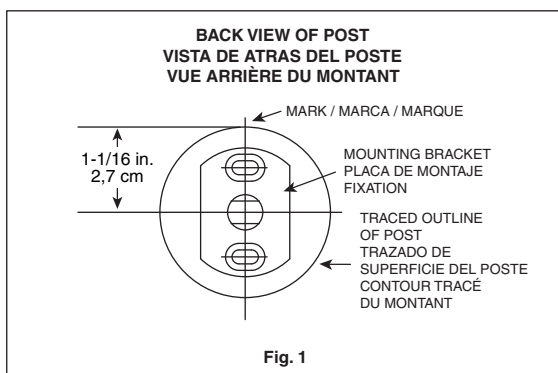
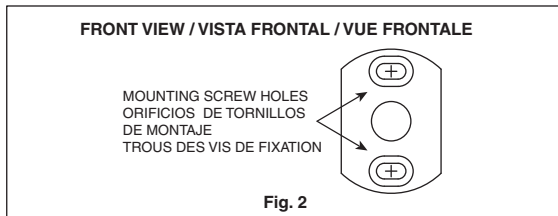
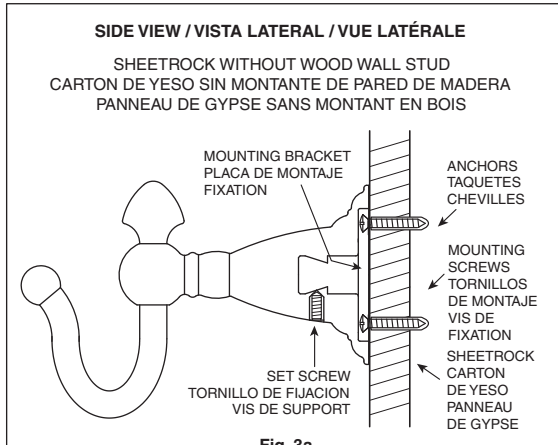
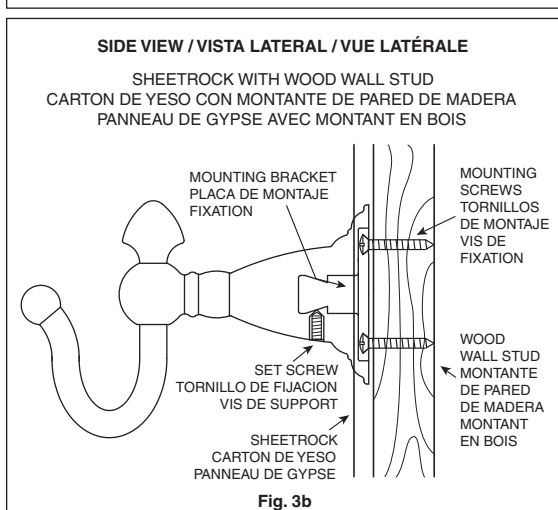

Fig. 1
Fig. 2
Fig. 3a
Fig. 3b
1. Locate the unit on the wall where desired and mark the top center of the unit, **Fig. 1**. Draw a 1-3/4 in. vertical line from the mark. Measure 1-1/16 in. down from the mark and draw a 1 in. horizontal line. Position the center hole of the mounting bracket over the intersection of the lines. Be certain that the vertical line is in the center of the oblong holes. Mark the screw locations in the centers of the oblong holes, **Fig. 2**. On ceramic tile, try to locate the mounting hole locations on a grout line. If mounting into ceramic tile, place masking tape on the mounting area before marking the location to prevent the drill bit from sliding across the tile. To drill through ceramic tile, obtain a 1/4 in. diameter carbide tip drill bit.
Drill 1/4 in. diameter holes where indicated, **Fig. 2**. Push in the plastic anchors until flush with the wall and screw the steel mounting bracket to the wall, **Fig. 3a**. Do not overtighten the mounting screws.
Drill 3/32 in. diameter holes for easy screw mounting, **Fig. 2**. DO NOT USE PLASTIC ANCHORS. Screw the steel mounting bracket to the wall, **Fig. 3b**. Do not overtighten the mounting screws.
4. Unscrew the set screw if necessary to fit the assembly over the wall mounting bracket. Slip the assembly over the mounting bracket with the set screw on the body, **Figs. 3a and 3b**. The assembly must hook over the mounting bracket. Push flush with the wall and tighten the set screw.
1. Sitúe la pieza en la pared en la posición deseada y marque el centro de la parte superior, **Fig. 1**. Trace una línea vertical de 4,4 cm desde la marca. Mida 2,7 cm desde la marca hacia abajo y trace una línea horizontal de 2,5 cm. Coloque el centro del orificio de la placa de montaje en la intersección de esas líneas. Asegúrese de que la línea vertical esté en el centro de los orificios rectangulares. Marque el lugar de los tornillos en el centro de los orificios rectangulares, **Fig. 2**. Si instala sobre azulejo, trate que los agujeros queden sobre las líneas de unión del azulejo. Para taladrar a través del azulejo use una broca con punta de carburo de 0,6 cm y use masking tape para evitar que la broca se resbale.
Taladre huecos de 0,6 cm de diámetro en los lugares indicados, **Fig. 2**. Introduzca los taquetes de plástico hasta que estén a ras con la pared y atornille la placa de montaje a la pared, **Fig. 3a**. No apretarlo fuertemente los tornillos de montaje.
Taladre huecos de 0,24 cm de diámetro para lo montaje fácil de tornillo, **Fig. 2**. NO USE LOS TAQUETES DE PLÁSTICO. Atornille la placa de montaje a la pared, **Fig. 3b**. No apretarlo fuertemente los tornillos de montaje.
4. Si es necesario, afloje el tornillo prisionero para encajar el ensamble en los soportes de montaje. Deslice el ensamble sobre el soporte de montaje con el tornillo prisioneros en el cuerpo, **Figs. 3a y 3b**. El conjunto debe engancharse sobre la placa de montaje. Introduzca hasta que esté a ras con la pared y apriete el tornillo de fijación.
1. Désignez l'endroit où vous voulez installer l'unité et faites une légère marque au-dessus du centre de l'unité, **Fig. 1**. Tracez une ligne verticale de 4,4 cm à partir de la marque. À 2,7 cm sous la marque, tracez une ligne horizontale de 2,5 cm. Placez le trou du centre de la fixation vis-à-vis l'intersection des lignes. Assurez-vous que la ligne verticale est au centre des trous ovaux. Marquez la position des vis dans le centre des trous ovaux, **Fig. 2**. Sur les carreaux de céramique, essayez de faire correspondre les trous de fixation avec un joint de coulis. Si vous devez percer les carreaux de céramique, appliquez du ruban-cache sur ceux-ci pour empêcher le foret de glisser. Utilisez un foret en carbure de 0,6 cm pour percer dans des carreaux en céramique.
Percez les trous de 0,6 cm de diamètre où vous l'avez indiqué, **Fig. 2**. Enfoncez les chevilles de plastique dans le mur pour que les têtes sont à ras le mur puis vissez la fixation de métal au mur, **Fig. 3a**. Ne trop serrez pas les vis de fixation.
Percez les trous de 0,24 cm de diamètre pour le support facile de vis, **Fig. 2**. N'UTILISEZ PAS LES CHEVILLES DE PLASTIQUE. Vissez la fixation de métal au mur, **Fig. 3b**. Ne trop serrez pas les vis de fixation.
4. Dévissez la vis de positionnement si besoin est de façon à mettre l'assemblage sur le support de montage du mur. Glissez l'assemblage sur le support de montage avec la vis de positionnement sur le corps, **Figs. 3a et 3b**. Le support doit pouvoir s'accrocher sur la fixation. Poussez pour que le tout soit bien aligné contre le mur et resserez la vis de support.